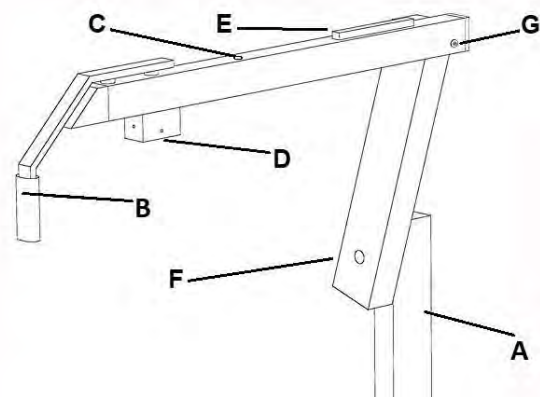

Abbildung 10: Physiologisch neigbarer Phoropterarm
- physiologisch neigbaren Phoropterarm (Abbildung 10)